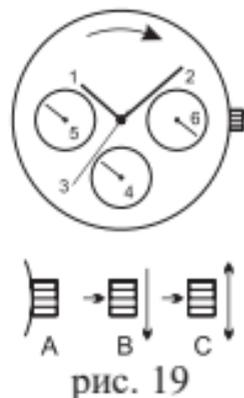

рис. 19
**Внимание!** Установка и корректировка времени осуществляется путем вращения заводной головки таким образом, чтобы стрелки осуществляли движение вперед (по ходу движения часовой стрелки, смотрите рис. 19). В этой позиции, вращая головку, вы устанавливаете нужное время, часовую и минутную стрелки, с учётом времени суток (до/после полудня). При этом секундная стрелка **(3)** останавливается, что позволяет осуществлять синхронизацию Ваших часов с сигналом точного времени. **Установка даты и дня недели.**
Для установки или коррекции даты и дня недели вытяните заводную головку в положение **(С)**. Вращая заводную головку по часовой стрелке (рис. 19) добейтесь